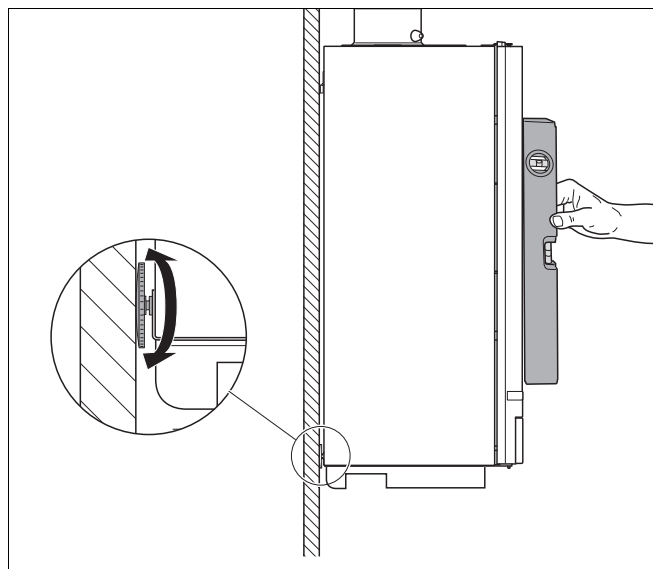

Рис. 9 Выравнивание отопительного котла с помощью установочного винта
- Выравнивать отопительный котел с помощью установочного винта и уровня (рис. 9).